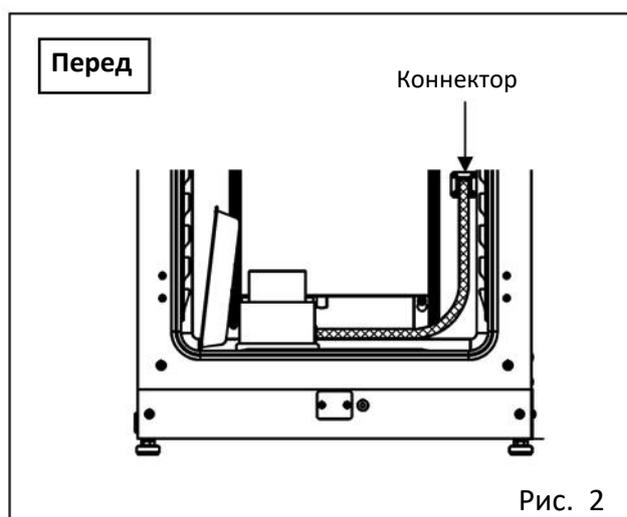

Рис. 2
**Примечание:** Не забудьте сохранить крышку соединителя (Рис. 2).